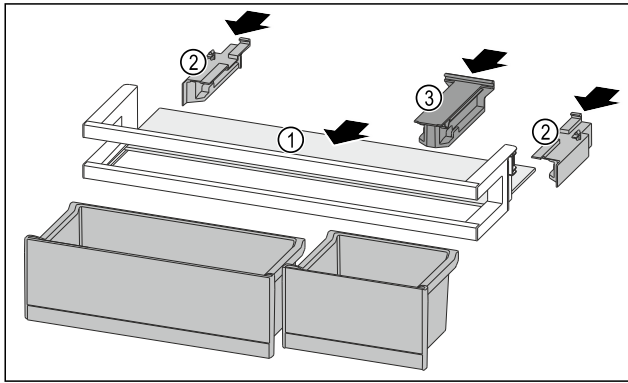

Fig. 88
- ▶ Odlagalno polico Fig. 88 (1) vstavite v stranske utore.
- ▶ Vstavite stranske dele Fig. 88 (2).
- ▶ Vstavite držalni del Fig. 88 (3).